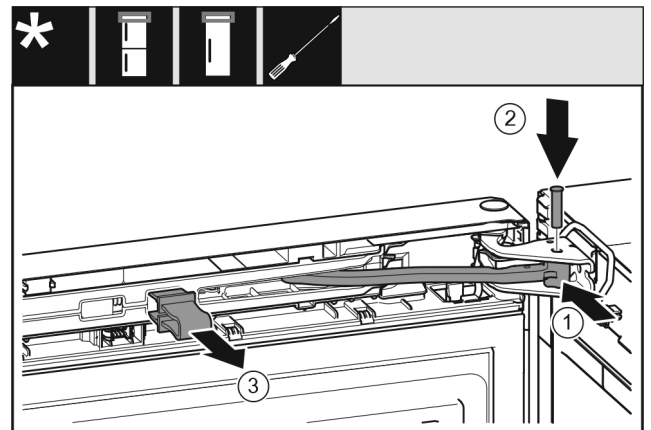

Fig. 30
- ▶ Gelenk Fig. 30 (1) in Lagerbock drehen.
- ▶ Bolzen Fig. 30 (2) in Lagerbock und Gelenk einsetzen. Dabei darauf achten, dass der Rastnocken korrekt in der Nut sitzt.
- ▶ Sicherung Fig. 30 (3) abnehmen.